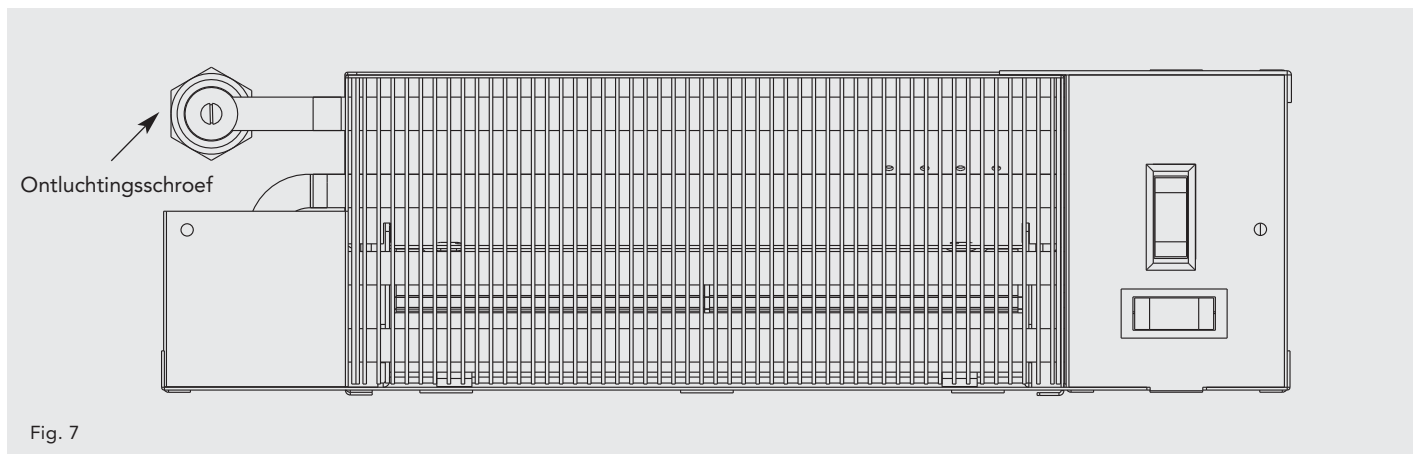

Fig. 7
- Open de afsluiters, controleer de verbindingen op lekkage en ontlucht de warmtewisselaar. Op de warmtewisselaar is een ontluchtingsschroef aanwezig (zie fig 7).